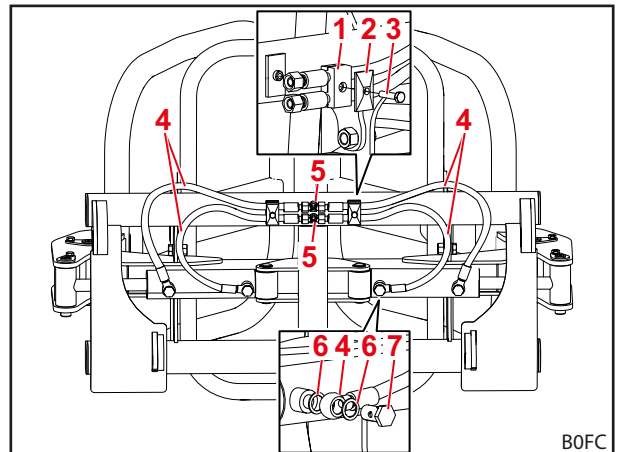

Fig. 51 Montering af hydraulikledningerne
- (1) Monter 2 hydraulikledninger 10x550 på hver hydraulicylinder med hver 2 USIT-ringe og 1 hulskrue.
- (2) Fastgør hver 2 hydraulikledninger med 2 rørbøjlehalvdele, og monter dem på rammen med 1 dækplade og 1 sekskantskrue M8x30.
**i** Hydraulikledningerne må ikke krydses (se Fig. 51)!